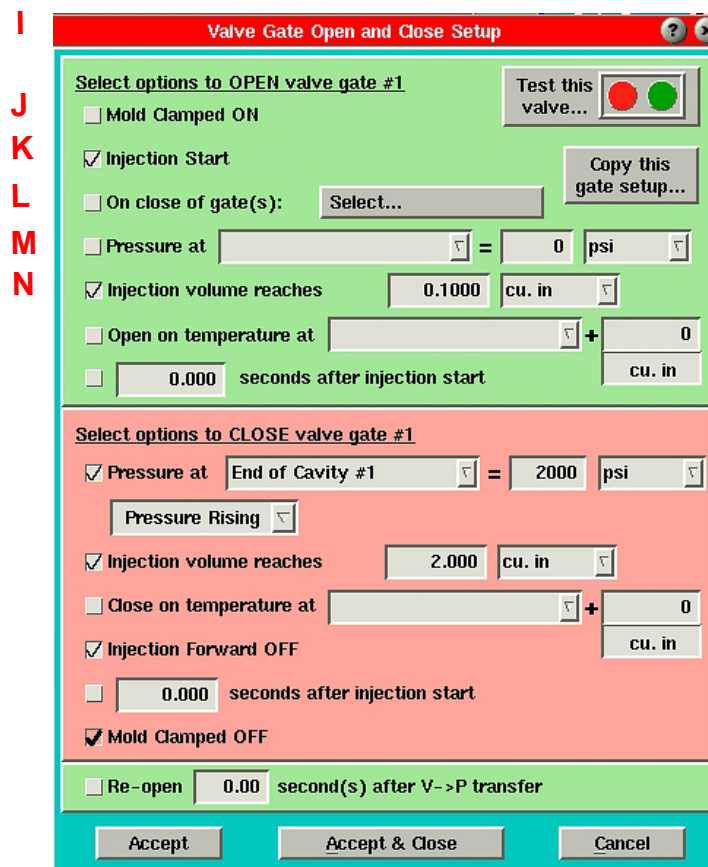

图 14: 阀门浇口打开与关闭工具
- E. 阀门关闭于体积：当体积（基于行程/螺杆面积）到达相应水平时，阀门将关闭。如果此字段亮显为蓝色，阀门将根据体积关闭。此栏中的值显示单位为“阀门浇口关闭控制”屏幕中选择的单位（图 14）。
如果同样采用型腔压力，则第一次到达其设置值时（指型腔压力或体积）将关闭阀门。因此，体积设置可防备压力永远达不到设定值。如果此值变灰且不能设置，则未启用根据体积关闭控制。打开 阀门浇口设置屏幕（图 14）并勾选“注射量达到”复选框。
- H. 设置：每个阀门浇口均有独立的设置进行打开与关闭控制。您可以通过单击各特定阀门浇口的设置按钮并从菜单上选择阀门打开控制或阀门关闭控制对其进行设置。此外，可以选择“测试阀门”来测试阀门浇口控制触点的运行情况。（参见图 14）